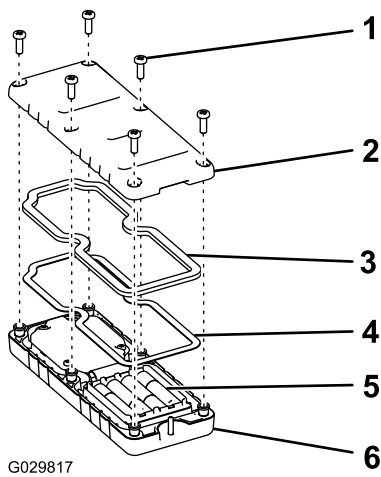

Bild 39
1. Nehmen Sie die sechs Schrauben aus der Rückseite der Fernbedienung heraus und nehmen Sie die Abdeckung ab (Bild 39).
5. Setzen Sie die Abdeckung auf, befestigen sie mit den sechs vorher entfernten Schrauben (Bild 39) und ziehen sie bis auf 1,5-1,7 Nm an.